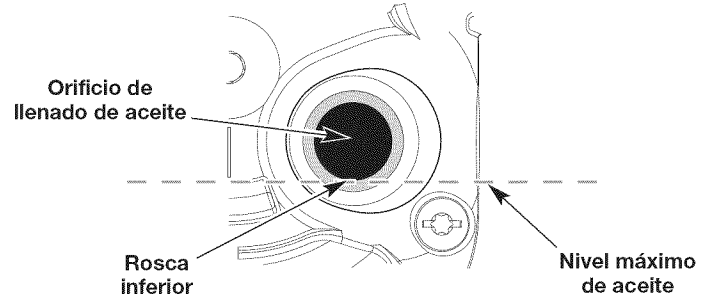

Fig. 12
5. Inspeccione el orificio de llenado de aceite, use una linterna si es necesario. **El nivel de aceite debe tocar justamente la rosca inferior del tapón de llenado de aceite** (Fig. 12). Si el nivel de aceite está muy bajo, añada aceite al orificio de llenado hasta que el aceite toque la rosca inferior del orificio.